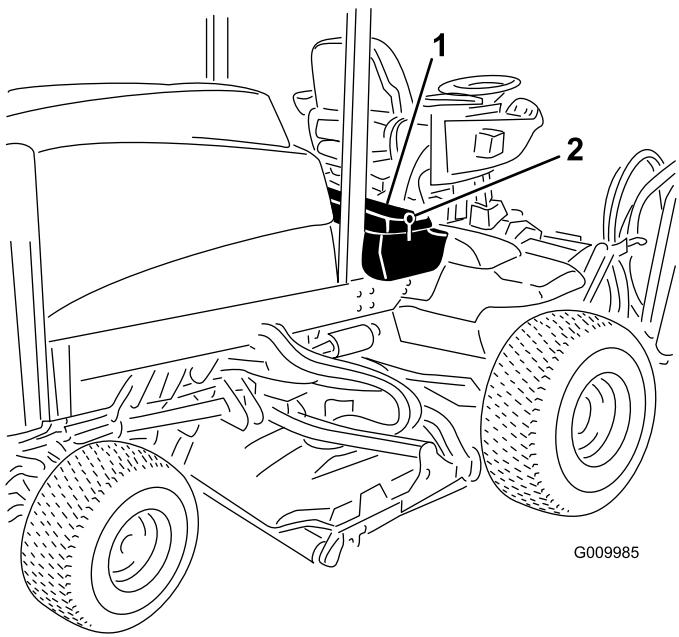

Bild 52
1. Entriegeln und heben Sie die Abdeckung der Bedienerkonsole hoch (Bild 52).